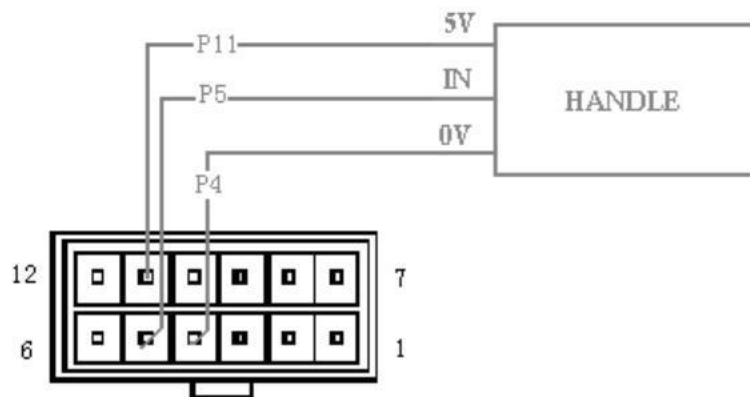

图 8
- 3、霍尔手柄与控制器（请选用霍尔手柄）的接线（见图 8）。
使用速度调节霍尔手柄按照图 8 所示，在 P11, P4, P5 端子之间连接上霍尔手柄